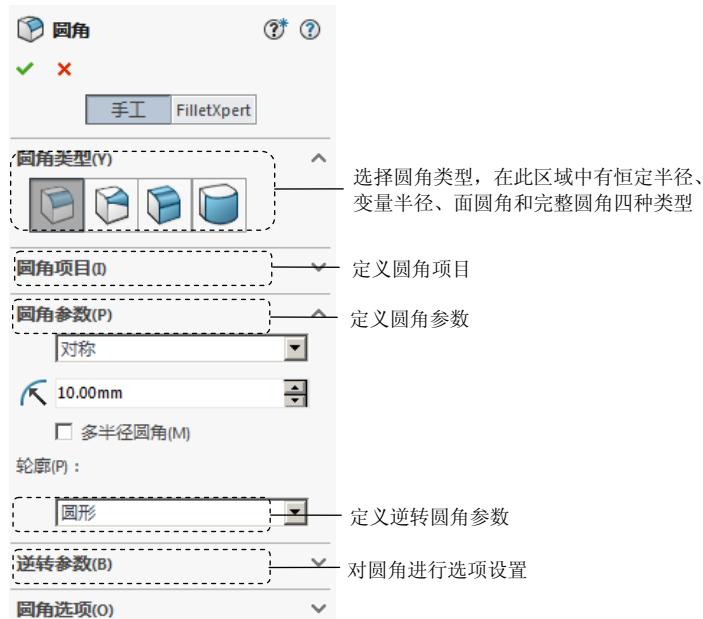

图 5.8.2 “圆角”对话框
Step2. 选择命令。选择下拉菜单 **插入(I)** → **特征(F)** → **圆角(U)...** 命令（或单击“特征(F)”工具栏中的 按钮），系统弹出如图 5.8.2 所示的“圆角”对话框。